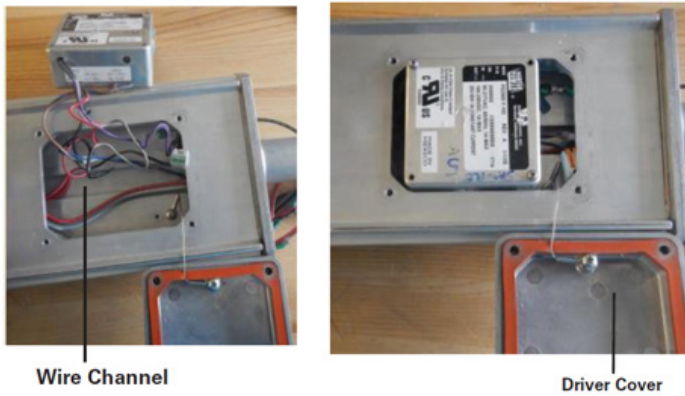

Figure 20
- Déconnecter les fils d'entrée et de sortie du circuit de commande (Voir la figure 20.)
- Placer le nouveau circuit de commande dans le luminaire. S'assurer que les fils conducteurs des panneaux à DEL sont bien rangés dans le boîtier et que les connecteurs des fils d'entrée et du gradateur sont placés dans le chemin de câbles sous le circuit de commande et qu'ils sont acheminés dans la zone de câblage d'entrée. (Voir la figure 20.)